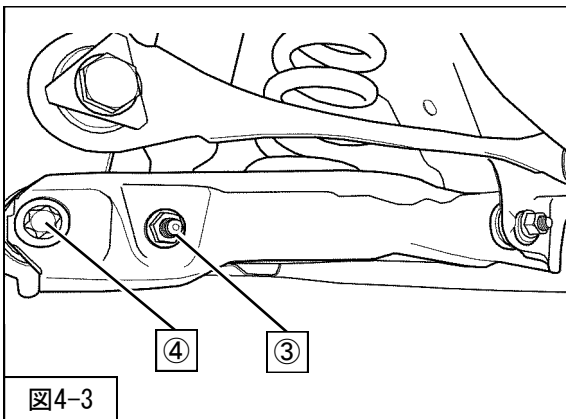

図4-3
- 4. 木片及びジャッキを使用し、リアサスペンションASSYロアアームNo.2を支持し、④リアサスペンションASSYロアアームNo.2取付ボルト・ナットを仮付けしてください。（図4-3）
- 5. スパースー（同梱品）をリアショックアブソーバASSY下側のブッシュ両端に取付け、③リアショックアブソーバASSYロア取付ボルト・ナットを仮付けしてください。（図4-3・4-4・4-5）
④リアサスペンションASSYロアアームNo.2取付ボルト・ナット
を締付けてください。（図4-3）